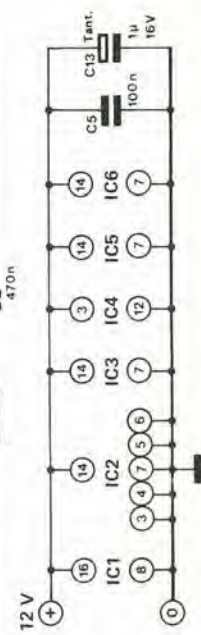
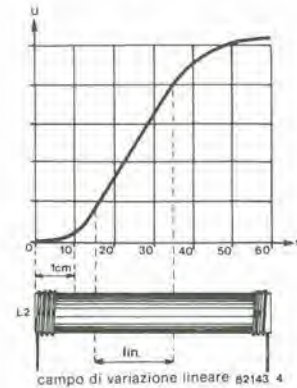
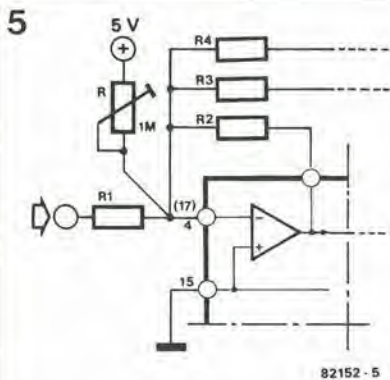

Figura 2. Schema elettrico del circuito di ciascun apparecchio telefonico.
Figura 4. La relazione tra il movimento del nucleo e la tensione d'uscita, presentata in forma di grafico: un aiuto indispensabile per una corretta taratura.
Figura 5. L'applicazione mostrata in figura 4 può aver bisogno di una regolazione dell'offset mediante un potenziometro trimmer da 1 M Ω.
Lo schema elettrico di figura 2 è piuttosto complicato, ma il costruttore riceverà un
La serigrafia delle piste di rame ed il montaggio dei componenti sui circuiti stampati appaiono nelle figure 4 e 5. Si raccomanda vivamente di usare i circuiti stampati, perché occorre costruire un circuito completo secondo la figura 2 per ciascuna delle derivazioni. Come già detto in precedenza, per l'intero sistema occorre un solo alimentatore.
Figura 4. Il circuito stampato per lo schema di figura 2. Per ogni telefono ce ne vuole uno. Tutti i collegamenti esterni sono portati ad uno dei margini della scheda.
Per tarare con precisione il circuito sarà necessario tracciare una curva dell'induzione, come quella di figura 4.
Infilare il nucleo spingendolo dentro la bobina di un mm alla volta, prendendo nota ad ogni passo della tensione d'uscita. Collegando tra loro i diversi punti, si potrà disegnare una curva (vedi figura 4). Potrete rilevare dalla suddetta curva, che la relazione tra il movimento del nucleo e la tensione d'uscita è lineare solo entro determinati limiti. Con tutti questi dati a disposi-
- Ultima, ma non meno importante, la figura 4, che illustra un circuito standard di filtro a variabile di stato.
Il filtro a variabile di stato è rappresentato in figura 4. Esso dispone di un'uscita in passa-banda, di una in passa-alto e di una in passa-basso. Si potrà realizzare molto facilmente una
Per il modo di operazione che appare in figura 4 sono necessarie alcune parole di avviso. Permettendo bassi rapporti R2/R4 ed un elevato fattore Q, l'uscita del passa-basso mostrerà un offset c.c. di un paio di volt e perciò converrà inserire una regolazione dell'offset stesso. In un caso di questo genere, suggeriamo di usare, per regolare l'offset, il metodo della figura 5.
Figura 4. Una delle due metà di un MF 10 usata come filtro universale di secondo ordine per uscite passa-alto, passa-banda, passa-basso e notch. Per la funzione "notch" necessita un amplificatore operazionale supplementare. In questo schema, il piedino 6 dovrà essere collegato ad U_b.